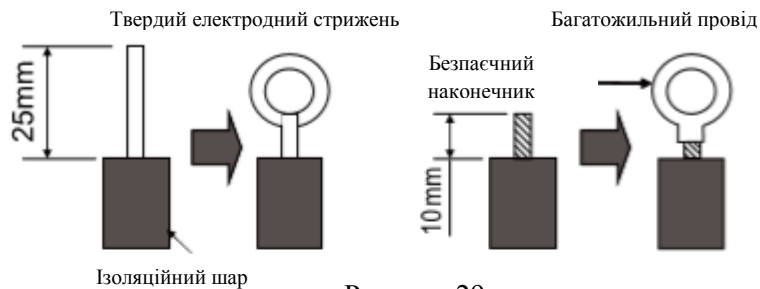

Рисунок 29
1. Для твердого електродного стрижня (рис.29)
2. Для багатожильного проводу (рис. 29)